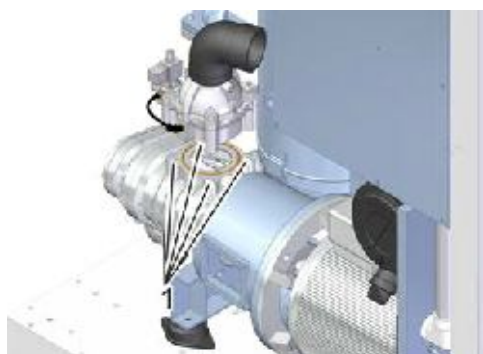

Рис. 29: Крепежный винт регулятора всасывания
1. ➤ Отвинтить крепежные винты регулятора всасывания (Рис. 29/1).
4. ➤ Снова установить регулятор всасывания и затянуть крепежные винты (Рис. 29/1).